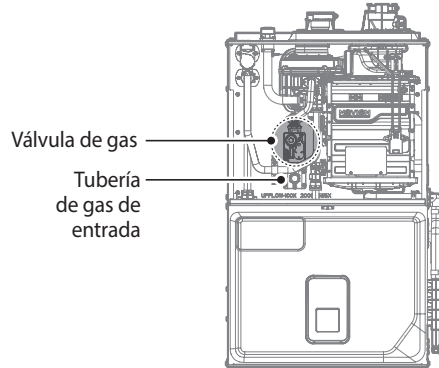

Figura 2. Componentes internos de la Serie NPF
4. Con los componentes internos expuestos, ubique el tubo de entrada de gas y la válvula de gas, como se muestra en la Figura 2.